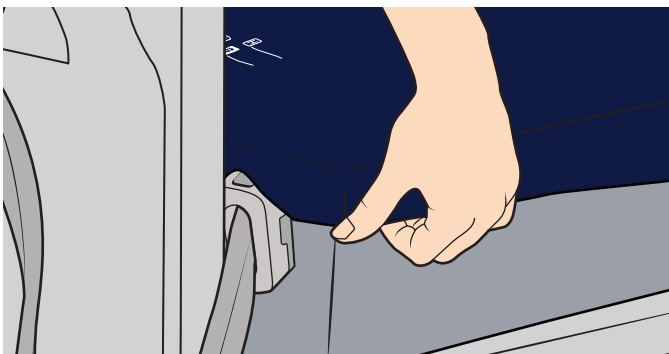

Figura 18
3. Vuelva a introducir los conectores en la cavidad y a colocar la solapa de cierre. Consulte la Figura 18